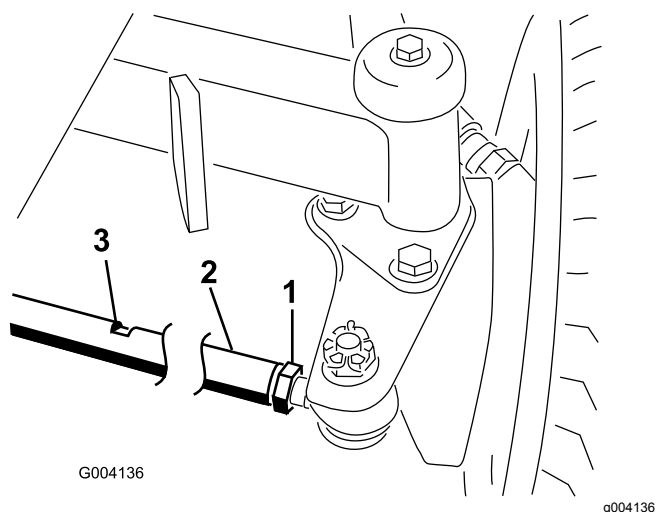

Figura 93
2. Allentate il controdado da ciascun lato del tirante (Figura 93).